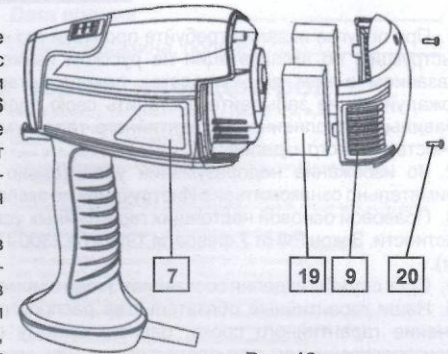

Рис. 12
10. Слегка влажной тряпкой, смоченной в промывочной жидкости, протрите корпус компрессора 7 (см. рис.12) и крышку фильтра 9, обратив внимание на состояние фильтров 19. Если они забиты краской, то их необходимо заменить новыми, отвернув два винта 20 отверткой со шлицом PH2 и сняв крышку 9. Вытрите компрессор насухо.